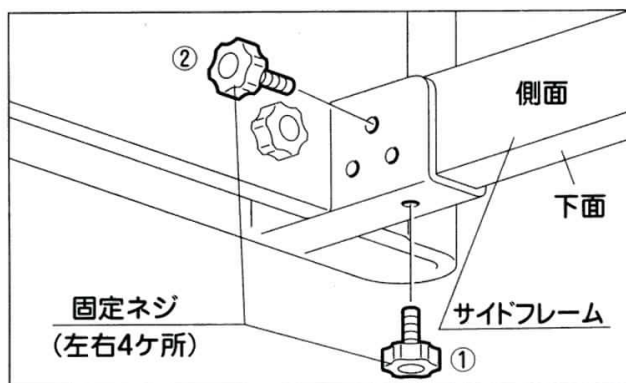

図2
- (3) ヘッドボード・フットボードとサイドフレームの固定ネジの穴位置をあわせる。図2
- (4) 固定ネジは、番号順 (①→②) に締める。
(8ヶ所) 図2